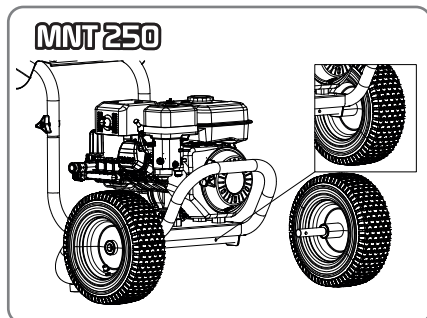

Fig. 2
B. FIXATION DES ROUES (Voir fig. 2)